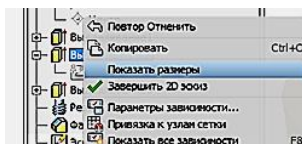

Рис. 5.5. Кнопка «Показать размеры»
5. Удалите через Браузер построенную фаску, а сам цилиндр сделайте короче на 2 мм. Для этого щелкните в Браузере на элемент «Выдавливание2», нажмите правую кнопку мыши и в плавающем меню щелкните на кнопке «Показать размеры» (рис. 5.5.). Щелкните на размере высоты цилиндра и введите новое значение 6 мм. Высота изменится на 6 мм после нажатия кнопки «Обновить» , расположенной в линейки «Быстрого доступа»